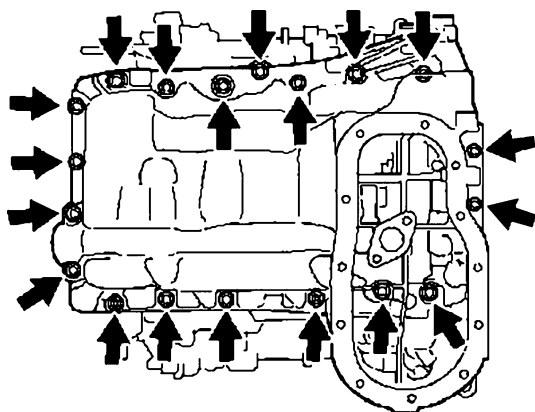

图 22-16 拆卸螺栓和螺母
③ 按照图 22-16 所示, 拆卸 17 个螺栓和 2 个螺母。